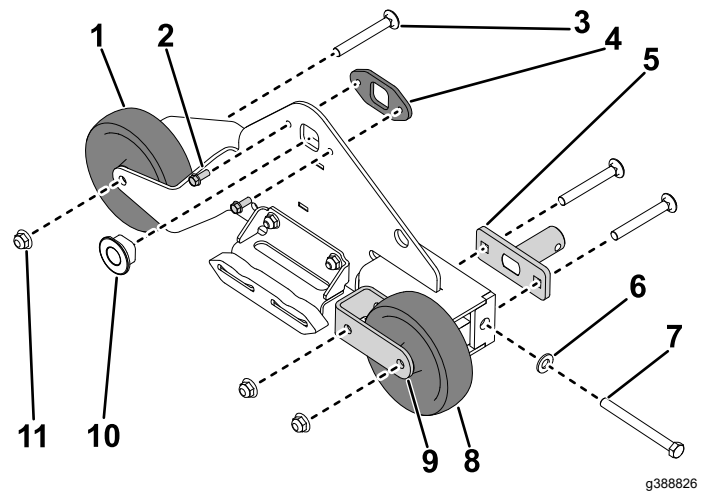

Figura 2
1. Retire el perno de cuello cuadrado ($\frac{3}{8}$ " x 3"), el casquillo del tensor y la contratuerca ($\frac{3}{8}$ ") que fijan la rueda bogey izquierda a la sujeción de la oruga (Figura 2). Retire la rueda.
2. Retire el perno de cuello cuadrado ($\frac{3}{8}$ " x 3"), el casquillo del tensor y la contratuerca ($\frac{3}{8}$ ") que fijan la rueda bogey derecha a la horquilla de bogey y a la sujeción de la oruga (Figura 2). Retire la rueda.
3. Retire el perno de cuello cuadrado ($\frac{3}{8}$ " x 3") y la contratuerca ($\frac{3}{8}$ ") que fijan la horquilla de bogey a la sujeción de la oruga. Retire la horquilla de bogey de la sujeción de la oruga (Figura 2).
4. Retire el casquillo del eje (Figura 2).
5. Retire los 2 tornillos ($\frac{1}{4}$ " x $\frac{5}{8}$ ") que fijan la sujeción del casquillo del eje al soporte de la oruga. Retire la sujeción del casquillo del eje (Figura 2).
6. Retire el tornillo ($\frac{3}{8}$ " x 4"), el casquillo del tensor y la arandela ($\frac{3}{8}$ ") que fijan el tensor al soporte de la rueda bogey (Figura 2). Retire el tensor.